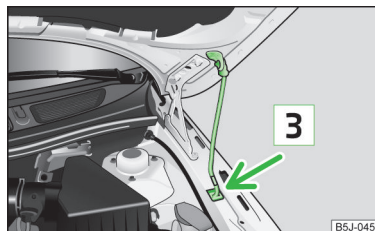

Fig. 125
- Retire la varilla de apoyo desde la fijación y asegure el capó abierto colocando el extremo de la varilla en el orificio 3 » fig. 125 previsto para ello.